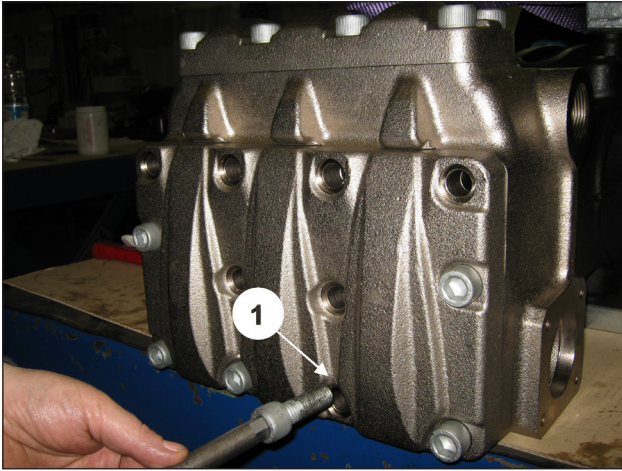
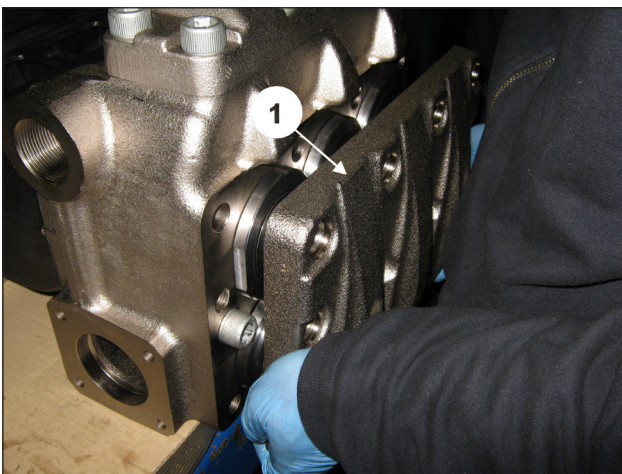

Abb. 103
Abb. 104
Lösen Sie die 6 Schrauben M16x45 des Saugventildeckels (Pos. ①, Abb. 103) und lösen Sie die 6 Schrauben M16x200. Nehmen Sie nun den Deckel ab (Pos. ①, Abb. 104).